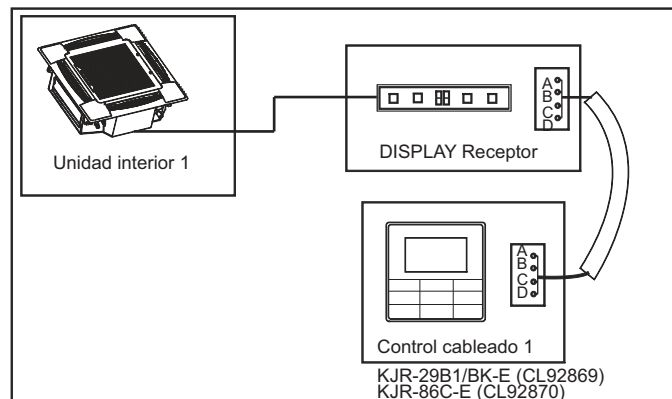

Figura 6.9
- Use 1 control con cable para controlar 1 unidad interior (vea la Figura 6.9).